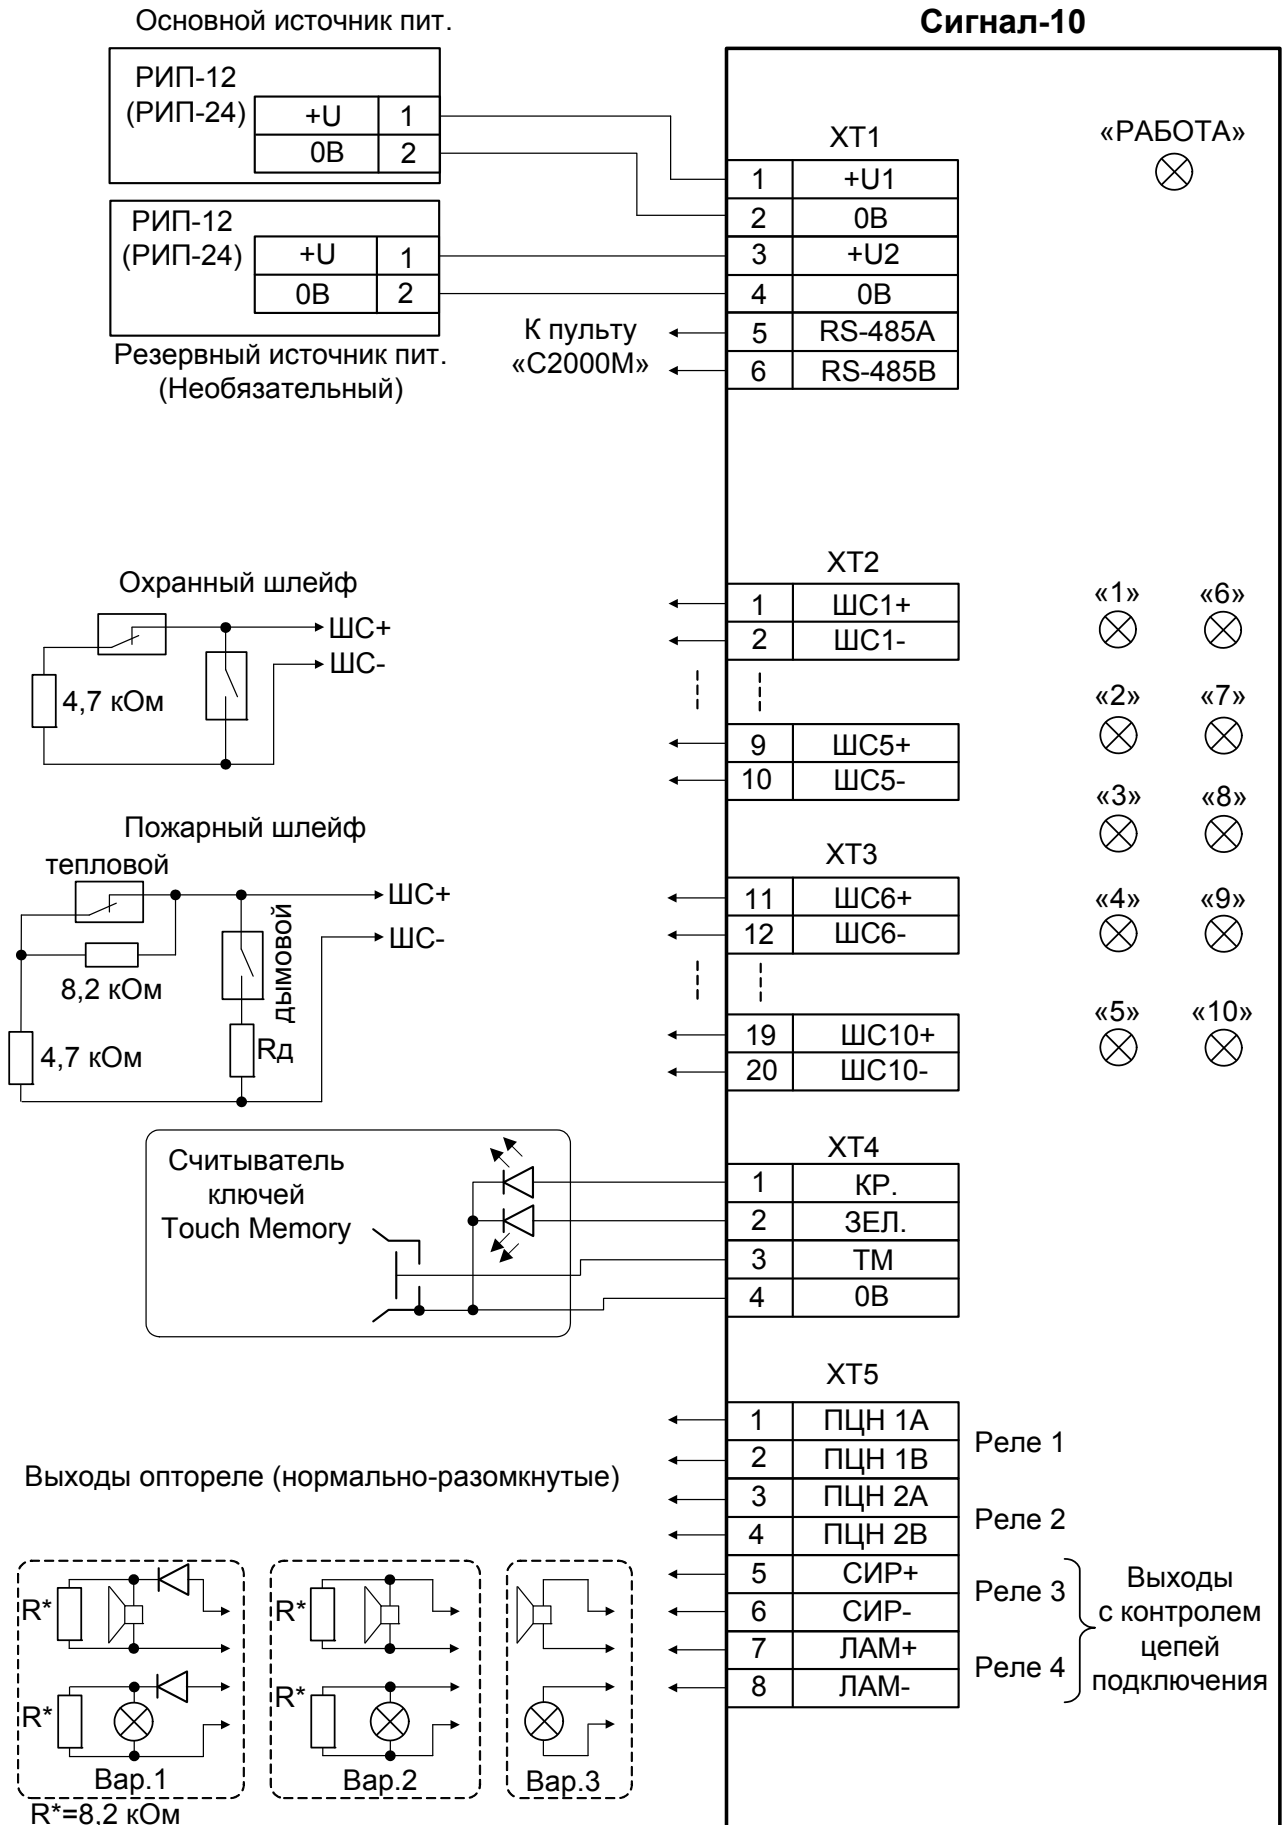

Рисунок 3. Схема подключений прибора Сигнал-10 при эксплуатации
Монтаж соединительных линий производится в соответствии со схемой электрических подключений (Рисунок 3).
1. Подключите контакты RS485A и RS485B (см. Рисунок 3) к линиям А и В интерфейса RS-485 соответственно.
2. Подключите цепь "0В" прибора (см. Рисунок 3) к аналогичной цепи предыдущего и последующего приборов в магистрали RS-485 (если приборы подключены к одному источнику питания, это делать не обязательно).
Варианты схем подключения оповещателей к контролируемым выходам ЛАМ и СИР (см. Рисунок 3):